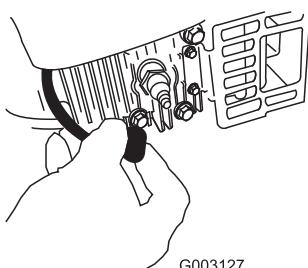

Figure 33
- Débranchez le fil de la bougie (Figure 33) avant de procéder à un quelconque entretien.